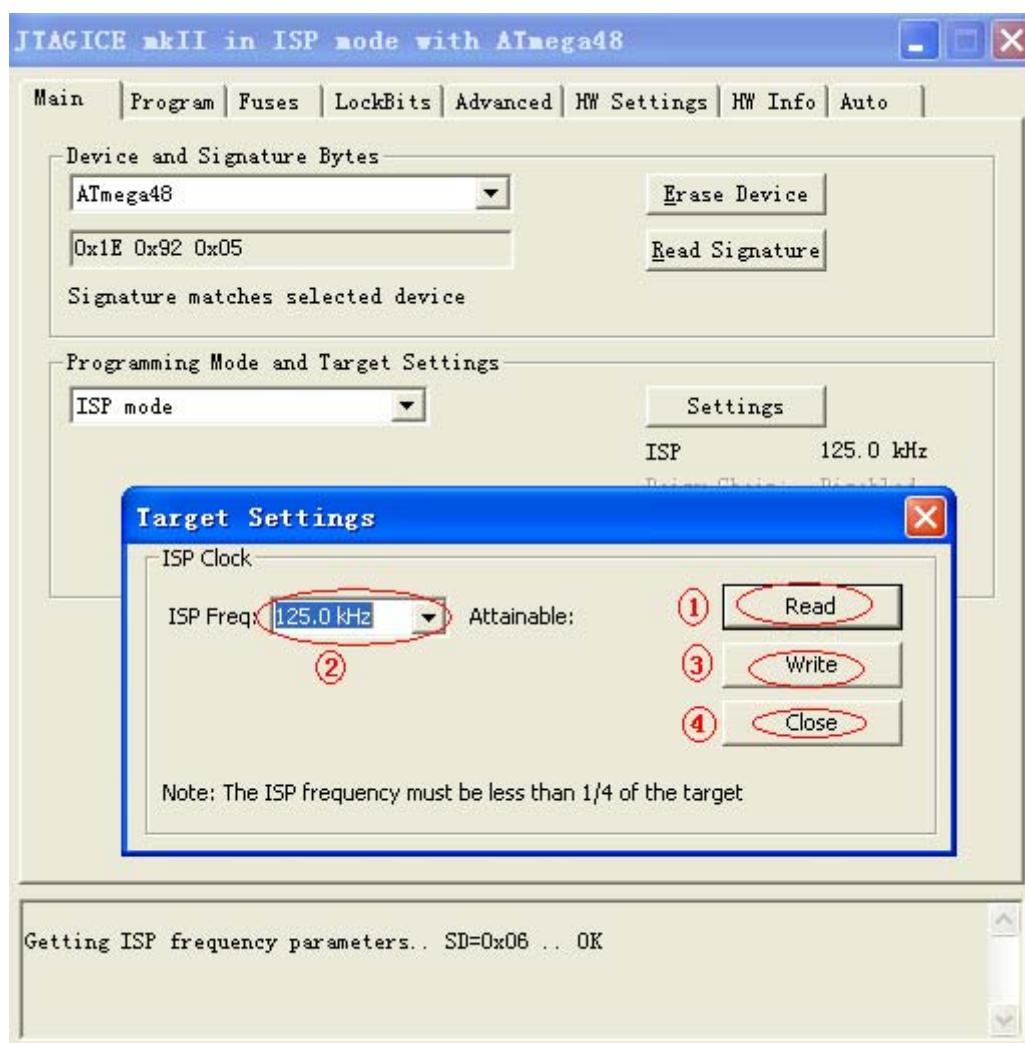

图 4-6 ISP 编程选择
3. ISP 工作频率必须小于目标板芯片时钟频率的 1/4,这可以通过在编程界面 Main 页面中的 Settings 按钮来修改 ISP 频率。操作步骤如图 4-6 所示。